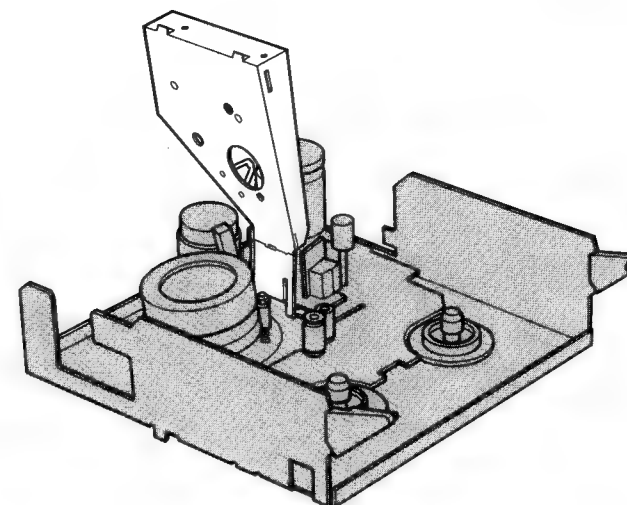

Bild 1-3
- Gehäuse nach rechts hochklappen (Bild 1-3).